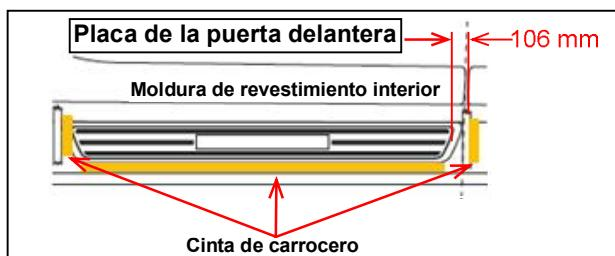

FIGURA 2
- Antes de retirar el recubrimiento protector, coloque las piezas en la posición correcta (figura 2) y utilice cinta de carrocería para marcar la posición.